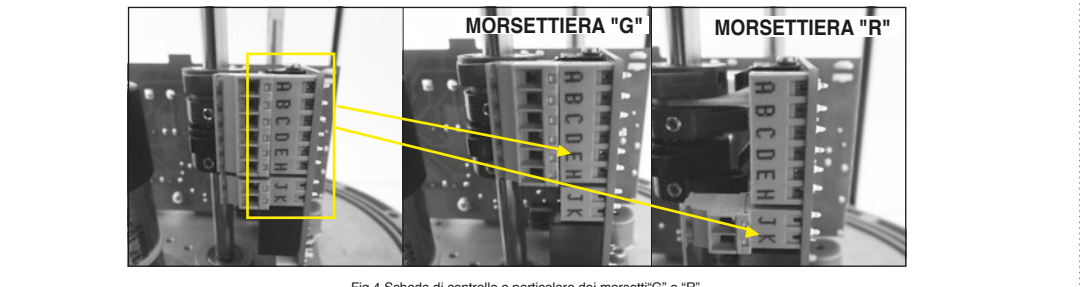

Fig.4 Scheda di controllo e particolare dei morsetti "G" e "R"
**6.2 Collegamento contatti ausiliari (Fig.4)**